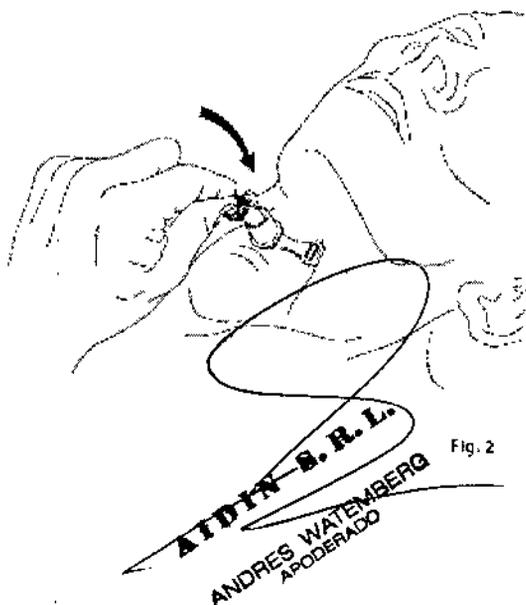

Fig. 2
8. Empleando una técnica aséptica, introduzca la cánula interior hasta colocarla en posición. (Fig. 2) **NOTA:** Se suministran dos cánulas interiores estériles. La cánula exterior puede utilizarse independientemente (sin la cánula interior colocada).